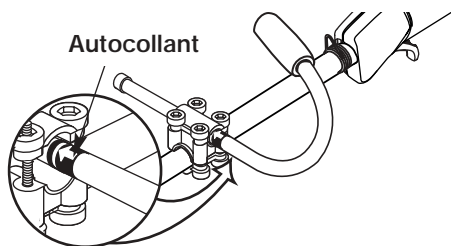

Fig. 3
5. Glissez la poignée en J en un mouvement de va-et-vient jusqu'à ce que la flèche/ligne blanche de l'autocollant touche la bride (Fig. 3).